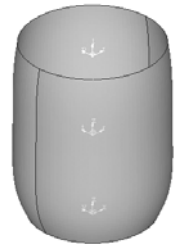

图 13-19 模型结构
- (1) 载入 deform.mwv 文件。
- (2) 在工具栏中单击 Deformed () 按钮。
- (3) 在 Result type 栏中选择 Displacement (V)。
- (4) 在 Scale 栏中选择 Model percent，它将模型最大变形量转化为百分数值，这个数字在 Value 栏中输入。
(5) 在 Type 栏中选择 Uniform，表示在 X、Y、Z 三个方向上同时缩放模型。
(6) 将 Value 改为 10。
(7) 单击 Apply 按钮，结果如图 13-19 所示。